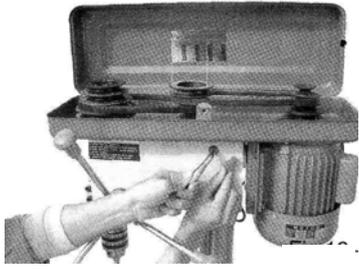
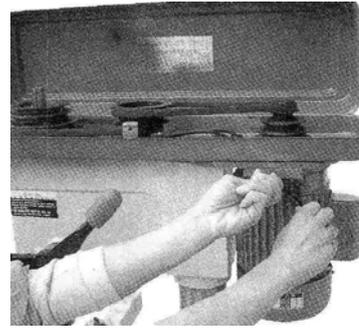

Figure 16-1
Figure 16-2
3. Poussez le moteur vers l'arrière jusqu'à obtenir une tension de courroie modérée. Serrez de nouveau la manette de blocage. (Fig.16-1 ou Fig16-2)